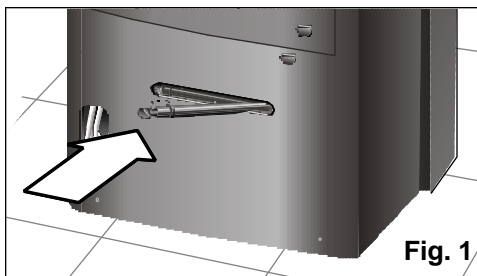

Fig. 1
- ❑ Assurez-vous que le bouchon d'évacuation est bien à sa place car il peut s'être déplacé pendant le transport. **Fig. 1.**
- ❑ Vérifiez que le bouchon, **Fig. 1**, est placé dans le tube d'évacuation afin d'empêcher que l'eau ne sorte à l'extérieur et ne mouille la surface d'appui.